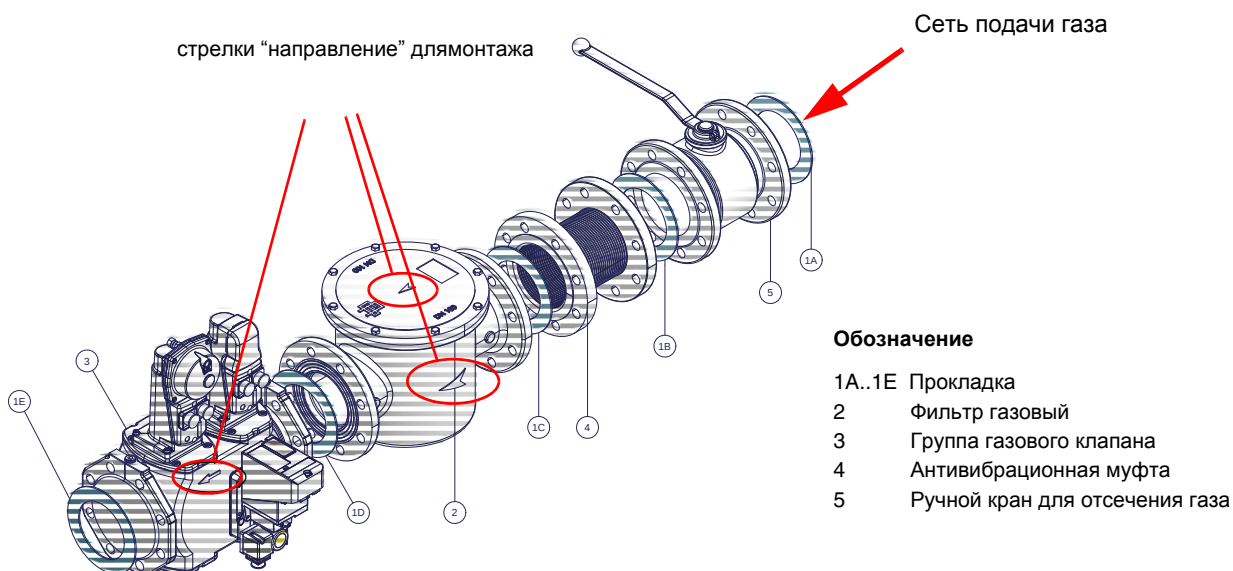

Рис. 5 - Пример газовой рампы
- 1-б) при фланцевых соединениях: между соседними компонентами устанавливать прокладку (1A..1E - Рис. 5), совместимую с используемым газом,